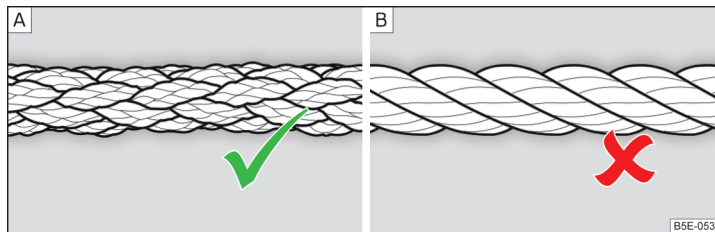

Fig. 318 Cablul de tractare împletit/cablul de tractare înfășurat
Pentru tractarea cu ajutorul unui cablu se va utiliza numai un cablu de tractare din fibre sintetice, împletit » fig. 318 - **A** » !.
- La tractare nu utilizați cablu de tractare înfășurat » **fig. 318** - **B**, cârligul de tractare s-ar putea desface la autovehicul - există pericol de accident.